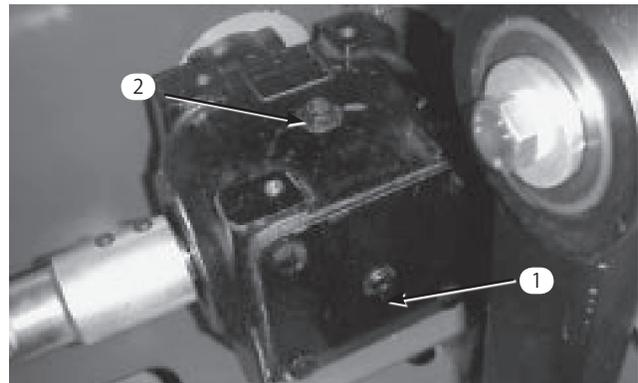

図28
1. ギアボックス後部の点検プラグを外す (図28)。
2. オイルがプラグ穴まであることを確認する (図28)。